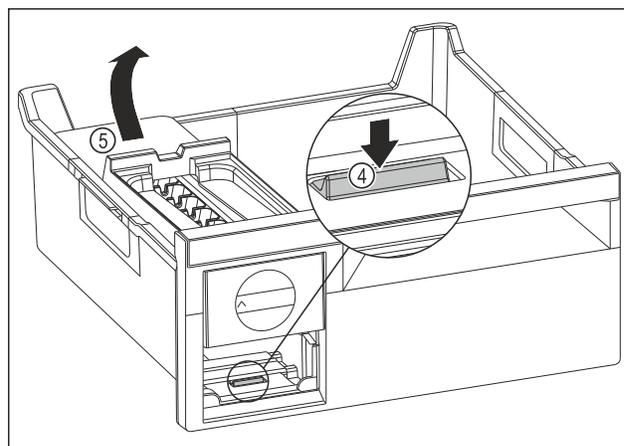

Fig. 124
- ▶ Retirer le corps de l'EasyTwist-Ice : Avec le doigt, pousser la languette Fig. 124 (4) vers le bas tout en soulevant de l'autre main le corps de l'EasyTwist-Ice Fig. 124 (5) depuis l'arrière.